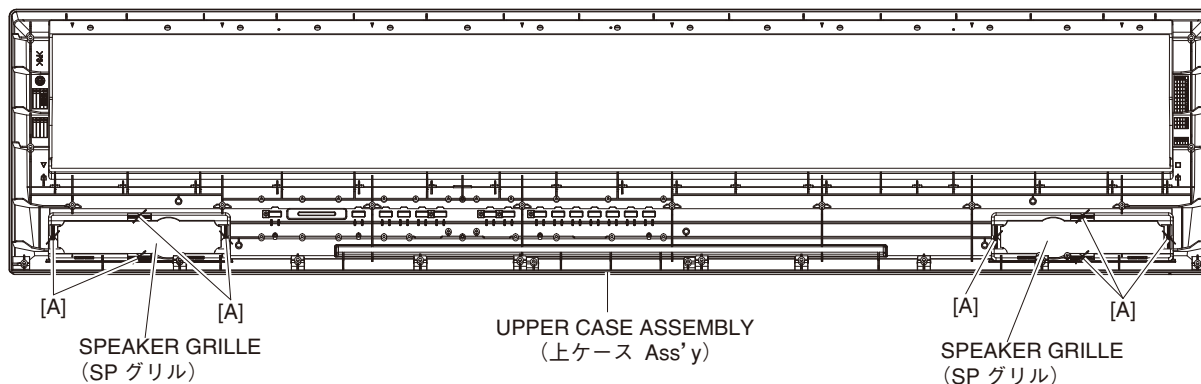

Fig. A-9 (図 A-9)
A-10-4. Set the four (4) hooks [A] parallel to the groove in the upper case assembly. (Fig. A-9)
A-10-4. [A] の 4 箇所 フックを上ケース Ass'y の溝と平行にします。(図 A-9)